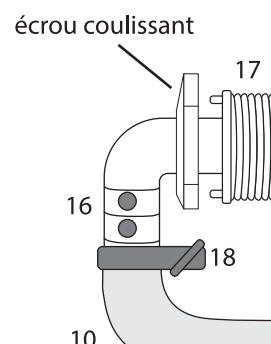

Figure 7
- B - Retirer l'écrou coulissant tenant en place la «rotule» de l'entrée d'eau la plus proche de la partie peu profonde. Retirer la rotule orientable. Insérer le raccord de boyau coudé (16) à travers l'écrou coulissant. Votre adaptateur d'entrée d'eau est maintenant assemblé. (Figure 7)